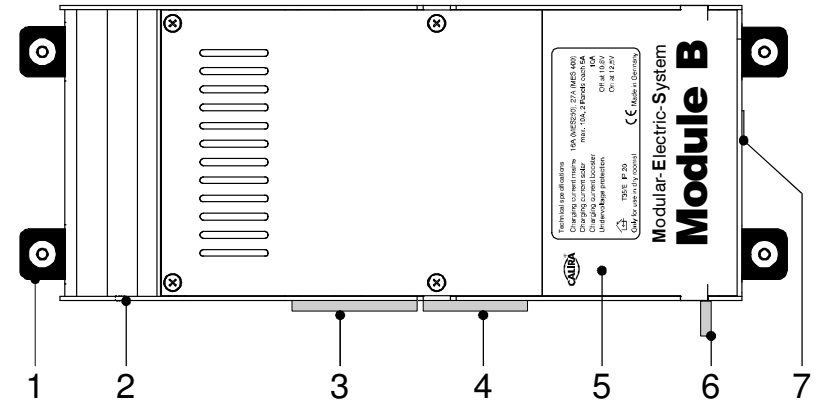

Figure 1 : Module B
Les pièces complémentaires des connecteurs multi-point se trouvent sur le côté gauche du Module B. Assemblez les Modules A et B de telle sorte que les connecteurs multi-point à 8 pôles (fig. 1 pos. 4) et à 9 pôles (fig. 1 pos. 3) viennent s'encliqueter de manière audible sur le Module A. Les faces latérales des deux Modules A et B doivent présenter une surface plane.
Une tige filetée (M4) est également aménagée sur la côté gauche (à l'avant – au dessus) du Module B (fig. 1 pos. 6). Cette tige filetée sert de contact de protection et doit être passée à travers du perçage sur le côté droit du Module A lors de l'assemblage des Modules. Il faut **absolument** assurer une connexion conductrice entre le Module A et le Module B ; visser pour ce faire la rondelle éventail et l'écrou (M4) sur la tige filetée dans le module A. Pour ce faire, il faut enlever le couvercle de bornier du Module A. (Enlèvement de couvercle de bornier – voir mode d'emploi du MES Module A).
Un perçage (4 mm) est aménagé sur le côté gauche (à l'arrière, au dessus, entre la première et la seconde ailette de refroidissement) du Module B (fig. 1 pos. 2). Le Module A dispose d'un perçage de même dimension en regard. Les Modules sont attachés entre eux par le biais des rivets en plastique fournis.
Pour changer le fusible plat ou pour connecter un câble au bornier ou le déconnecter, le couvercle du bornier (fig. 1 pos. 5) doit être démonté. Poussez le dispositif de blocage (fig. 1 pos. 7) vers l'intérieur jusqu'à ce qu'il se débloque. Soulevez le couvercle du bornier jusqu'à ce qu'il se laisse retirer vers l'avant. Retirez le couvercle du bornier.